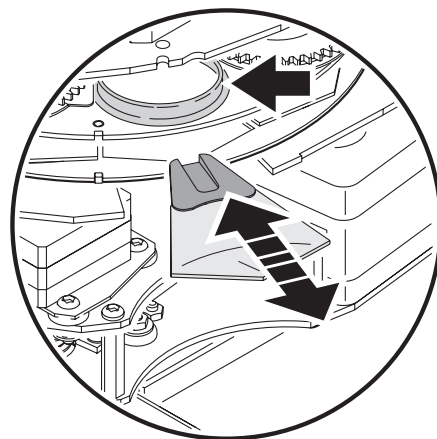

Figura 8: Cambio de filtro
3. Para facilitar el acceso, alinear la rueda rotativa de gobos hasta que la posición abierta quede por encima del filtro que se quiera cambiar. (ver la flecha de la Figura 8).